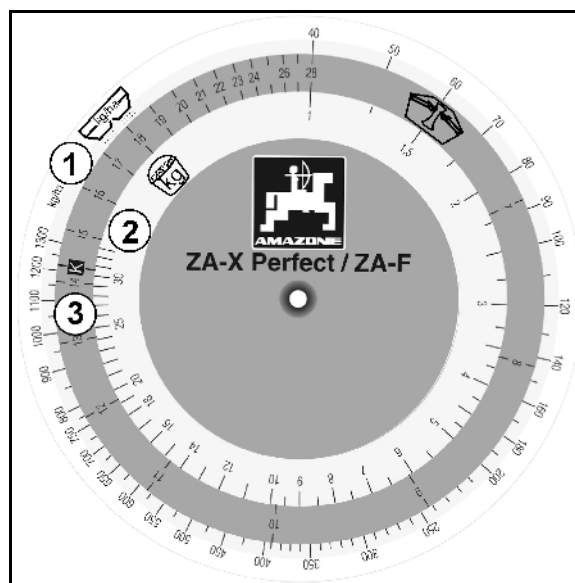

Fig. 67
1. Samlebeholderen (Fig. 67/1) hektes på med bøyer i holderen (Fig. 67/2). Samlebeholderen skal gå i spor på klemanordningen (Fig. 67/3).
2. Åpne sidespjeldet (Fig. 67/4) på utløpsrennen helt i ca. 5 sekunder ved å trekke i tauet (Fig. 67/5) (for å sørge for en jevn gjødselstrøm). Etterpå helles gjødselen som samles opp, tilbake i spredersens beholder.
5. Kjør målestrekningen nøyaktig fra begynnelse til slutt under vanlige jordeforhold i planlagt, konstant arbeidshastighet. Samtidig åpnes sidespjeldet (Fig. 67/4) på utløpsrennen helt ved hjelp av tauet (Fig. 67/5) nøyaktig på målestrekningens startpunkt (trekk til mot stopperen) og lukk det på stoppunktet (når tauet slippes løst, trekker fjærene (Fig. 67/6) sidespjeldet i lukkestilling).